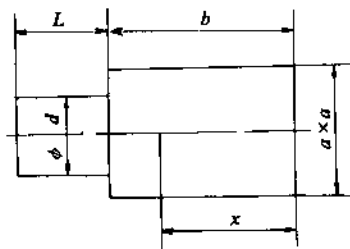

图 2
13. 有一内部组织均匀的物体，如图 2 所示，大端为长方体，小端为圆柱体，若 $a=1\text{ m}$ ， $b=2\text{ m}$ ， $L=4\text{ m}$ ， $d=0.5\text{ m}$ ，求物体重心距大端端头的距离 x ？